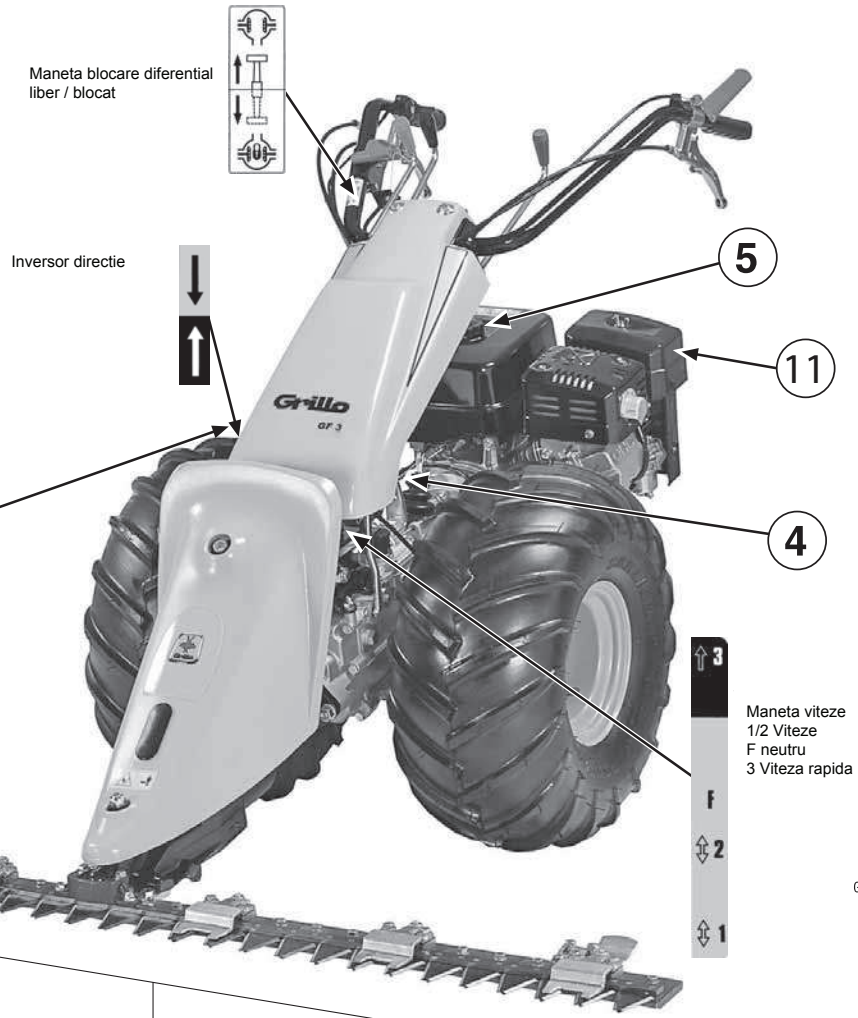

Fig. 1
- 3) Alegeti pozitia ghidonului conform instructiunilor din fig. 1 (motocoasa), actionind cele doua manete (fig. 3 nr. 8 si 10).
LEGENDA FIG. 1 - 2 - 3